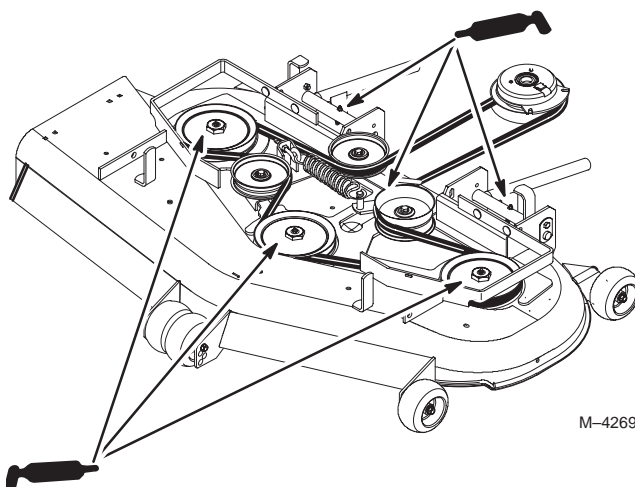

Figure 47
2. Lubrifiez les graisseurs des roulements des trois axes (Fig. 47).
3. Graissez le pivot de la poulie de tension (Fig. 47).
4. Lubrifiez les graisseurs des bras de poussée (Fig. 47).